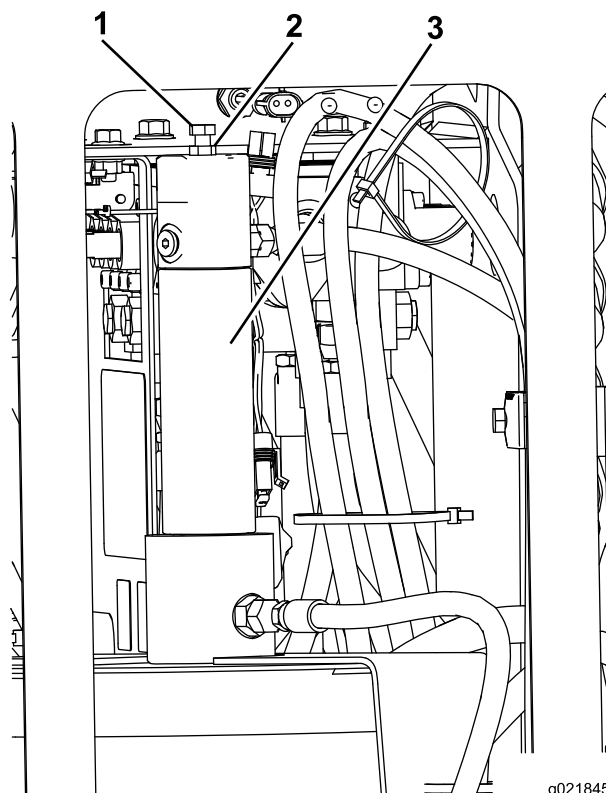

**Figure 92**
1. Desserrez l'écrou de blocage sur le boulon de réglage situé au sommet du piston de l'applicateur (Figure 92).